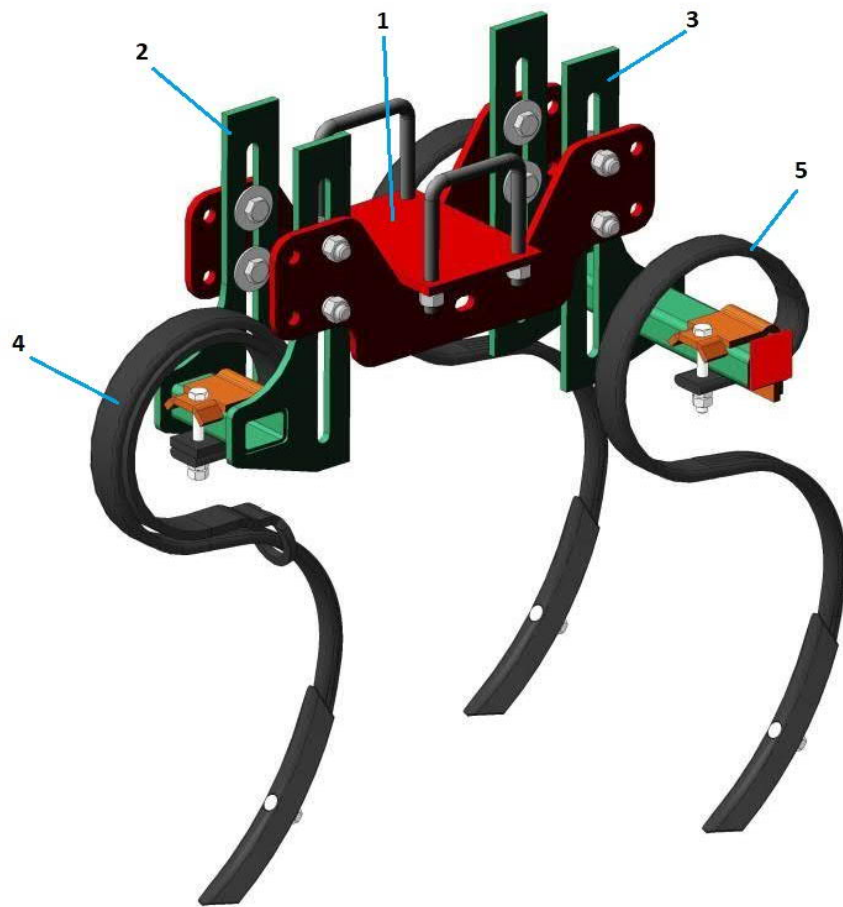

Рисунок 3 – Кронштейн с S-образными стойками
- глубину обработки почвы можно производить (кроме регулировки опорных колес) посредством перемещения по вертикали переднего 2 и заднего 3 кронштейнов S-образных стоек (рис. 3) относительно кронштейна крепления к раме 1;
3.7 Кронштейн (рис. 3) предназначен для крепления S-образной стойки с подпружинником и рыхлительной лапой 4 и стойки S-образной с рыхлительной лапой 5. Состоит из кронштейна 1 крепления к раме, переднего кронштейна 2 и заднего кронштейна 3.